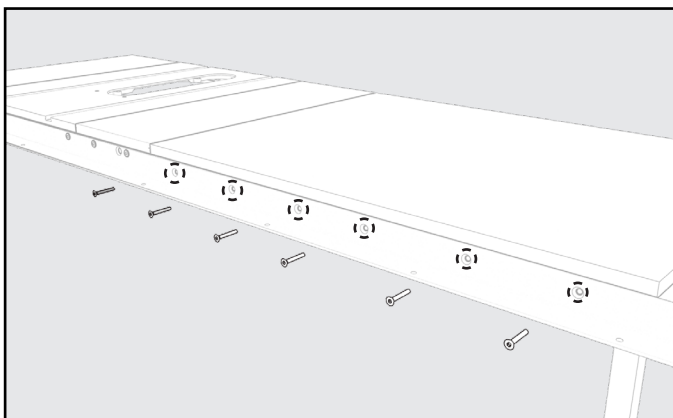
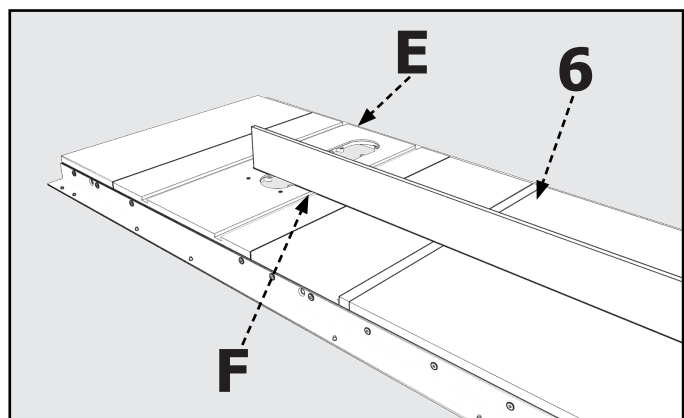

FIGURE 9
FIGURE 8
4. Placez l'Assemblage de la Table (6) en position entre les deux rails, comme illustré dans la **Figure 8**. Assurez-vous que le Bord de la Table de Sciage (B) affleure le bord de la Table d'Extension.
5. À l'aide d'un Bord Droit (C), assurez-vous que la Table d'Extension est dans le même plan et au même niveau que la Table de Sciage. 109/5000 Si nécessaire, tapotez légèrement vers le haut ou vers le bas et ajustez les Pieds de Mise à Niveau pour régler la Table d'Extension avec la Table de Sciage.
6. Utilisez des Serre-Joints pour fixer la Table d'Extension aux Rails de Guidage Avant et Arrière, comme illustré dans la **Figure 9**.
7. En utilisant les trous des Rails de Guidage Avant et Arrière, illustrés dans la **Figure 9**, comme modèle, percez des trous de 1/4" à l'avant et à l'arrière de la Table d'Extension.